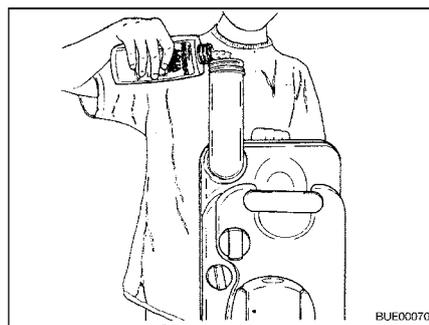

Fig. 179 Verter producto para sanitarios
- Rellenar la cantidad indicada de producto para sanitarios en el depósito de aguas fecales (Fig. 179).